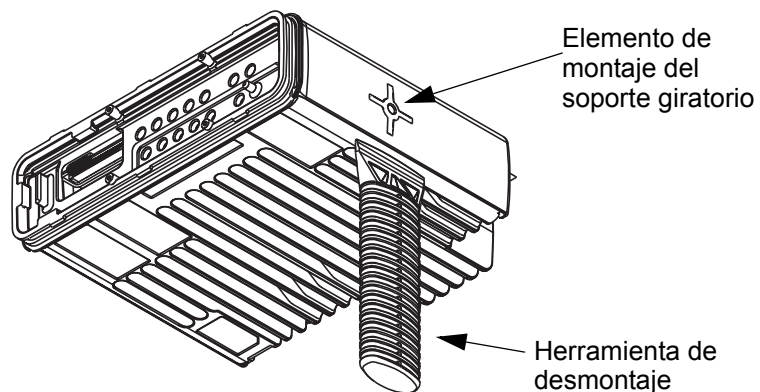

Figura 5-3 Desmontaje de la cubierta superior.
1. Inserte la herramienta de desmontaje entre la cubierta superior y el chasis como se muestra en la Figura 5-3.